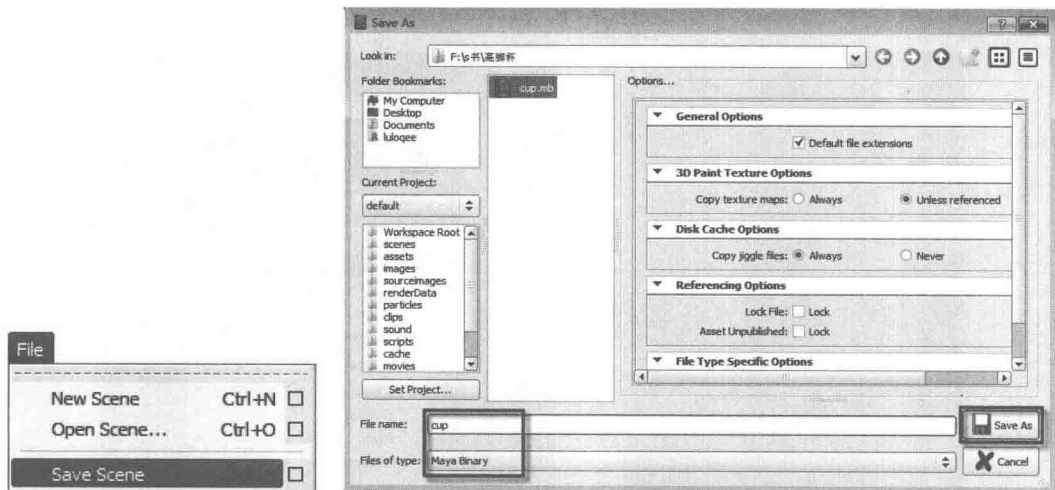

图 1-15
1) 在菜单栏中单击 File (文件) → Save Scene (保存文件) 命令保存文件, 并将文件名命名为 cup.mb, 如图 1-15 所示。